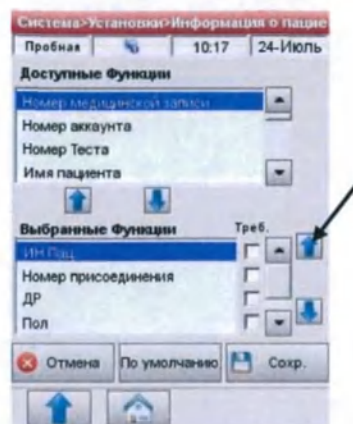

Рис.3-19 Информация о пациенте
5. Опции будут показаны в форме пациента во время проведения анализа пациента в том порядке, в котором они перечислены в нижнем поле. Порядок можно изменить, выбрав нужную опцию в нижнем поле и нажав кнопки <Вверх>  или <Вниз>  справа от окна выбора (Рис.3-19) чтобы переместить опцию вверх или вниз в списке.